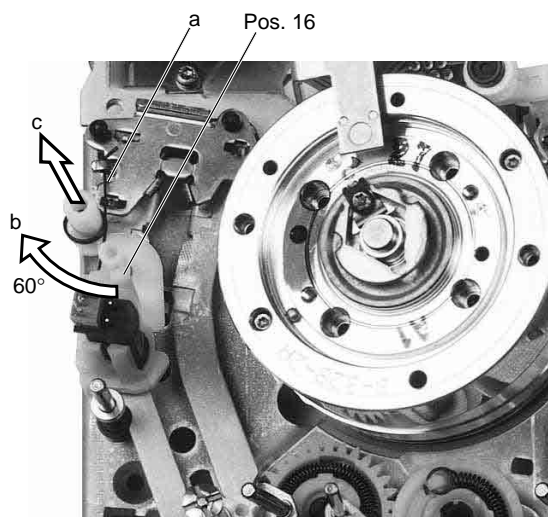

Fig. 21
- Décrocher le ressort (a, Fig. 21).
- Unhook the torsion spring (a, Fig. 21).